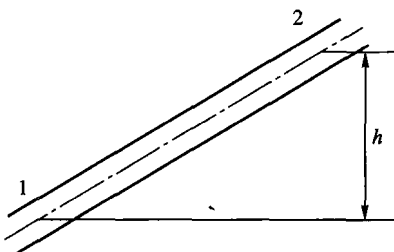

图 1.9
4. 如图 1.9 所示，一管道输送 $\rho = 900$ kg/m³ 的液体，已知 $h = 15$ m，1 处的压力为 0.5 MPa，2 处的压力为 0.45 MPa，求油液的流动方向。